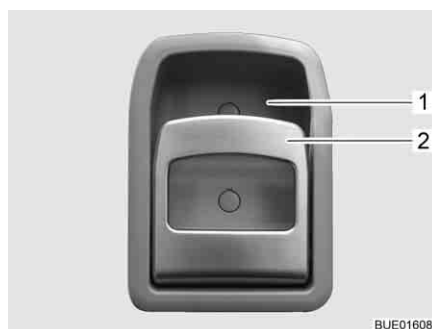

Bild 49 Türschloss Eingangstür, innen
- Am Griff (Bild 49,2) ziehen. Das Türschloss wird entriegelt bzw. geöffnet.
- Griff (Bild 49,2) oben in Richtung Griffschale (Bild 49,1) drücken. Das Türschloss wird verriegelt.